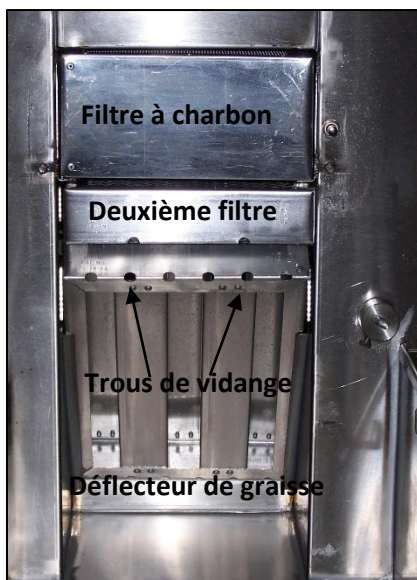

Figure 5
- Retirez le filtre à charbon du sac en plastique.** Insérez-le dans les pistes au-dessus du deuxième filtre. Figure 5.